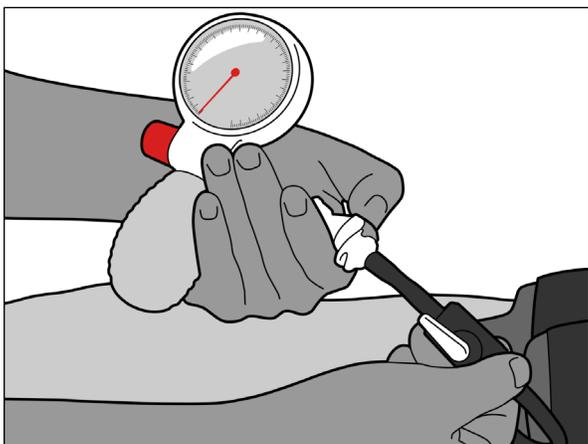

Рис. 15
2. Отсоедините быстроразъемный фитинг, нажав на серую кнопку на нем (рис. 15).